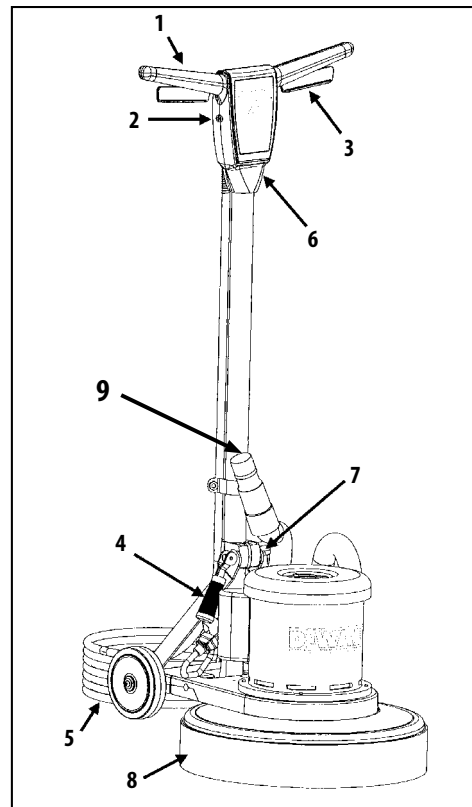

Figure 1
Connaître Votre Machine (Figure 1)
2. Installer la jupe antipoussière (216-RS) comme illustré à la figure 1, élément 8, en basculant la jupe vers le bas.